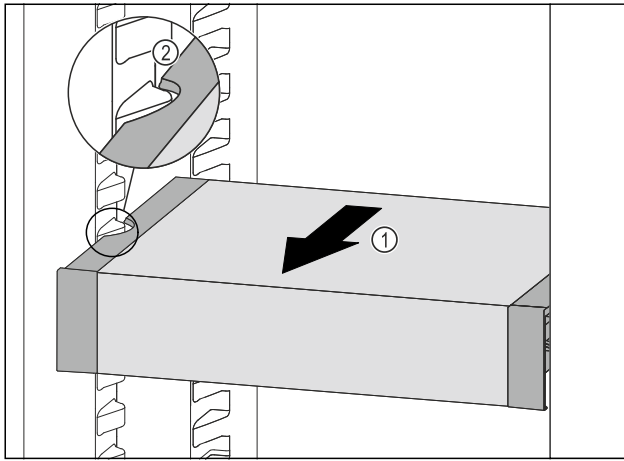

Fig. 121
- VarioSafe nach vorne ziehen Fig. 121 (1), bis sich die seitlichen Aussparungen des VarioSafes auf Höhe der Behälterrippe im Kühlteil befinden. Fig. 121 (2)